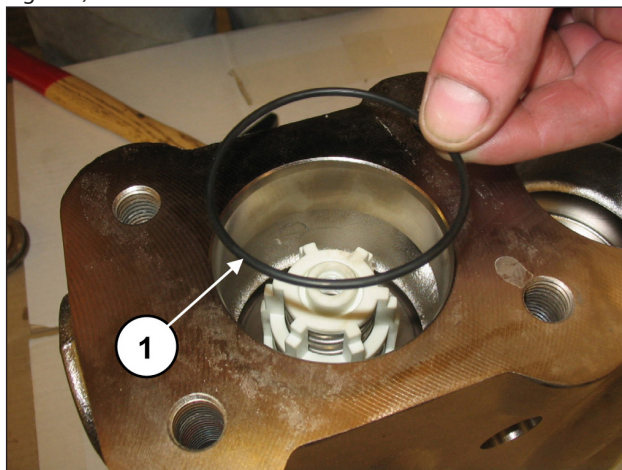

Fig. 100
Insira o anelo circular, pos. de explosão nº. 17 (pos. ①, Fig. 100).